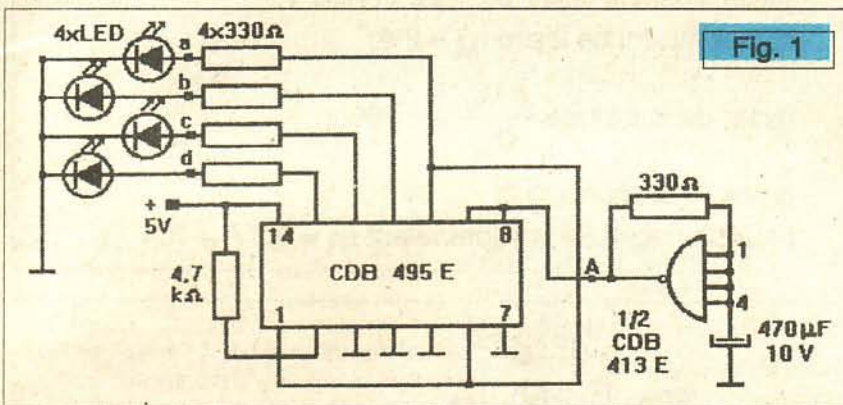

Fig. 1
**P**ropun constructorilor amatori un montaj simplu, cu un număr redus de piese, cu ajutorul căruia se poate obține efectul numit „*lumină dinamică*” (fig. 1).